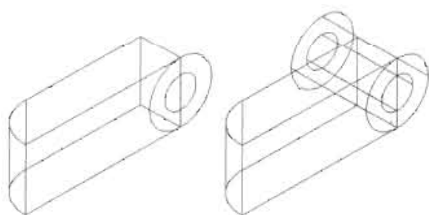

图 14-191
(5) 切换到西南等轴测视图, 使用 Extrude 命令把两个圆拉伸 17mm, 如图 14-191 所示。